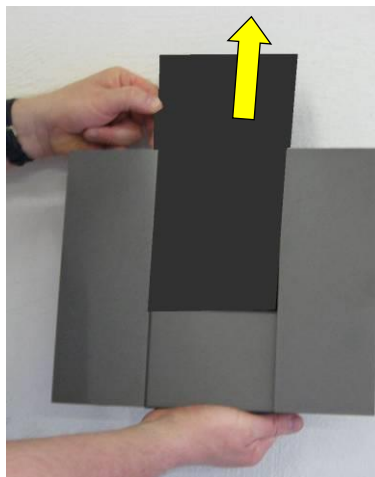

Fig. 6 : retirer les verres décoratifs
2. **Attention** : les verres décoratifs ne sont maintenus dans les habillages que par le haut ! Enlevez dans tous les cas les verres décoratifs lors du démontage des habillages (Fig. 6) !